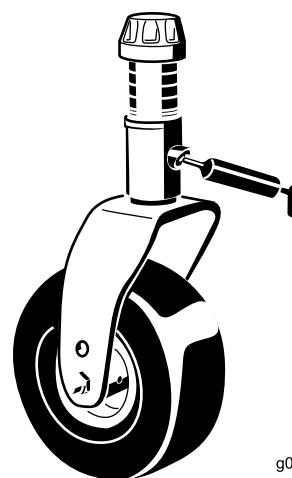

Figure 61
- 2 bagues d'axe de fourche de roue pivotante (Figure 61)